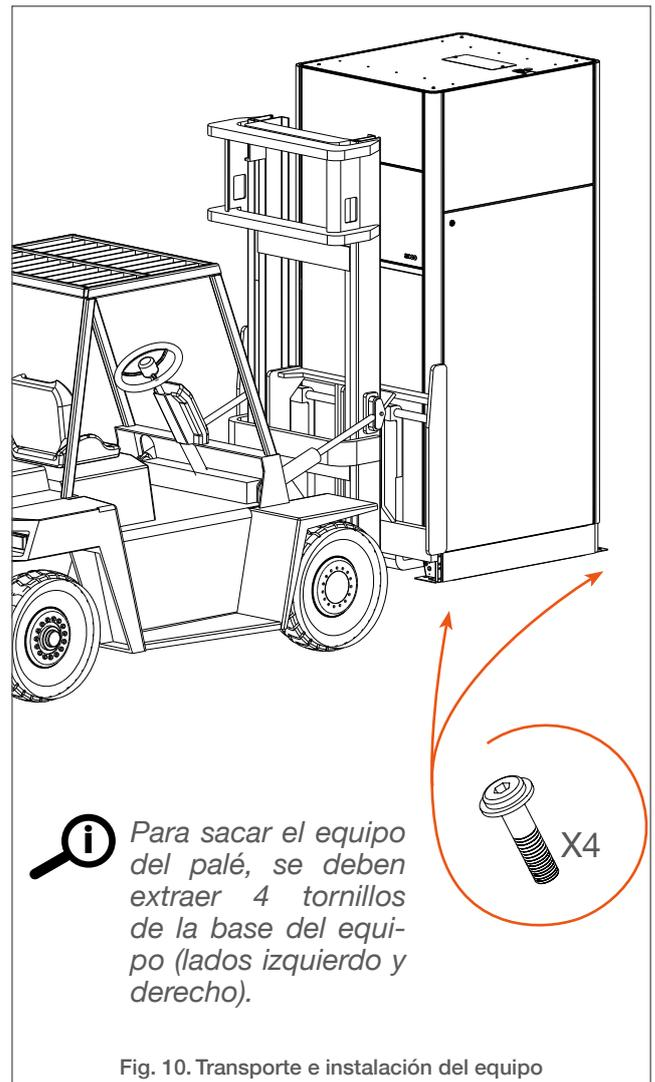

Fig. 10. Transporte e instalación del equipo
3. Extraiga los cuatro tornillos de la parte inferior del equipo y del palé (**Fig. 10**) con una llave de vaso de tamaño 8.
2. Deslice las horquillas de la carretilla por debajo del equipo empezando por la parte delantera (consulte la **Fig. 10**).